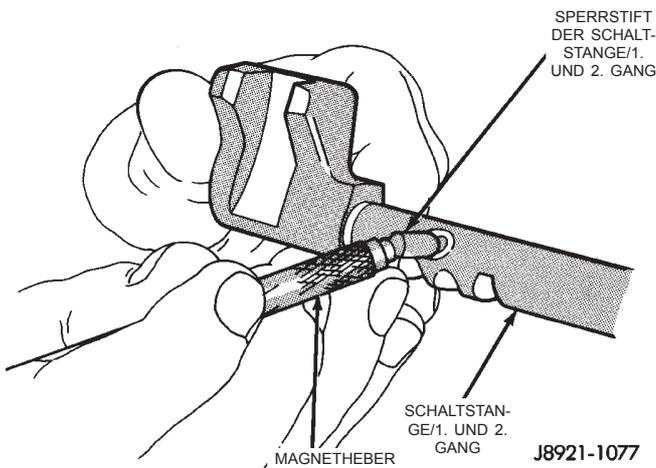

Abb. 75 Sperrstift der Schaltstange/1. und 2. Gang ausbauen
(27) Den Sperrstift der Schaltstange für den ersten und zweiten Gang mit einem Magnetheber aus der Schaltstange herausziehen (Abb. 75).